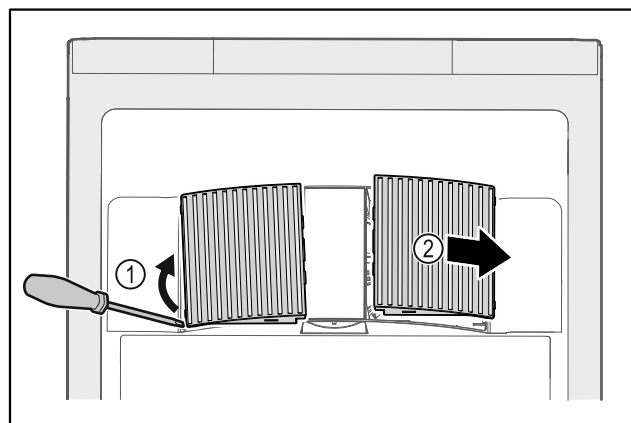

Fig. 176
- ▶ Кожух вентилятора обережно підважити зі сторони Fig. 176 (1) і витягнути рухом вперед Fig. 176 (2).